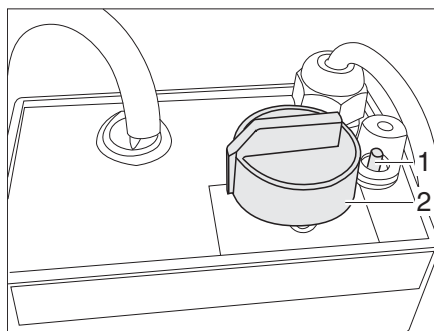

Fig. 118 Regulador para calentamiento eléctrico del piso
- Girar el regulador giratorio (Fig. 118,2) al nivel de calefacción deseado.
- Girar el regulador giratorio (Fig. 118,2) a la posición "0".
Cuando se sobrecarga el regulador, se activa la protección contra sobrecargas. El perno (Fig. 118,1) salta hacia fuera.
- Hundir el perno (Fig. 118,1) en la protección contra sobrecargas cuando se haya enfriado el regulador.